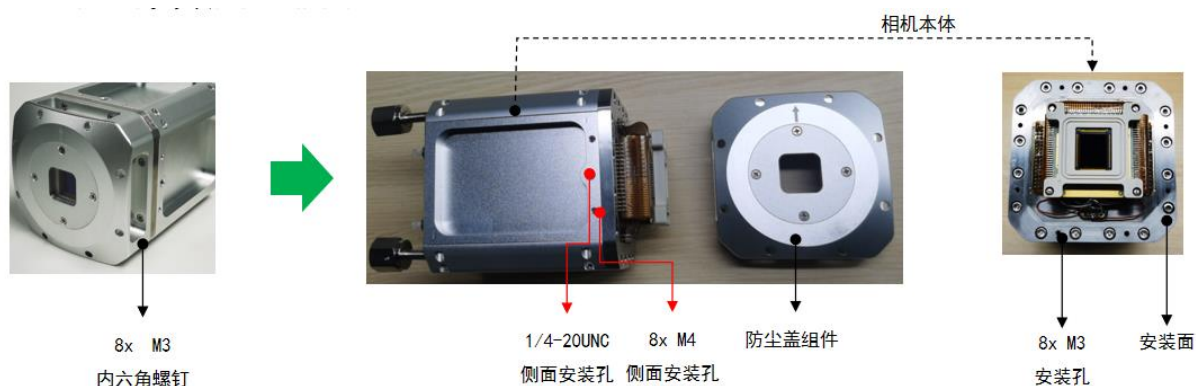

图 4-3 XV95 相机安装以及固定孔示意图
(2) 根据实际使用需求，取下可拆卸保护窗或者保护壳体，如图 4-3 所示，拆掉保护盖上的一圈 8 颗 M3 的内六角螺钉，露出相机的安装面（进行此步骤操作后相机 Sensor 将暴露在环境中，有污染或者损坏的风险，请务必在洁净间操作*）。
(3) 将相机放入真空腔体固定。如图 4-3 所示，可通过安装面上的 8 颗 M3 螺纹孔用来固定相机；或者利用相机侧面预留的 8 个 M4 螺纹孔或 4 个 1/4-20UNC 螺纹孔固定相机。